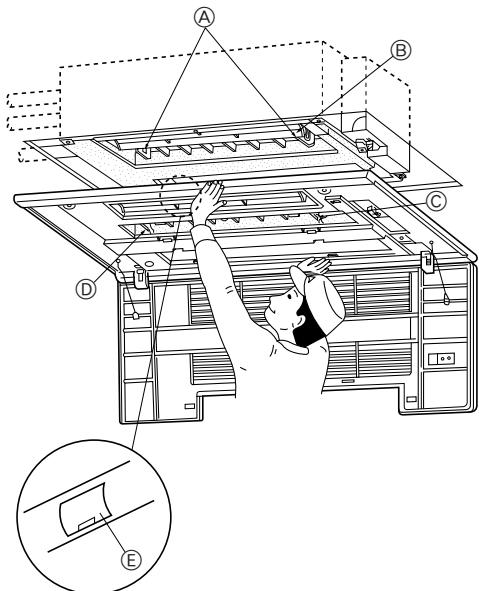
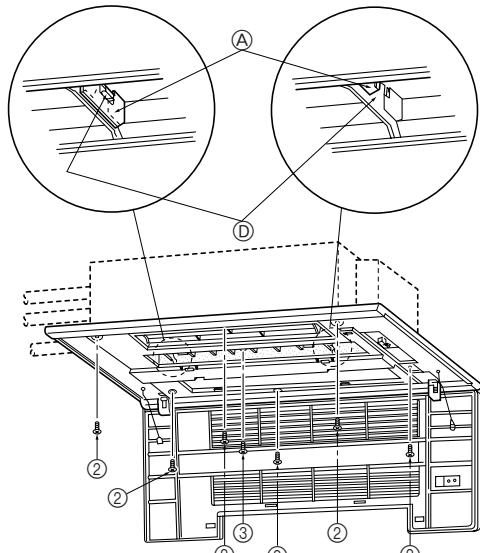
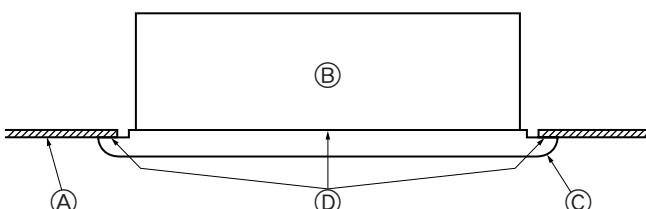
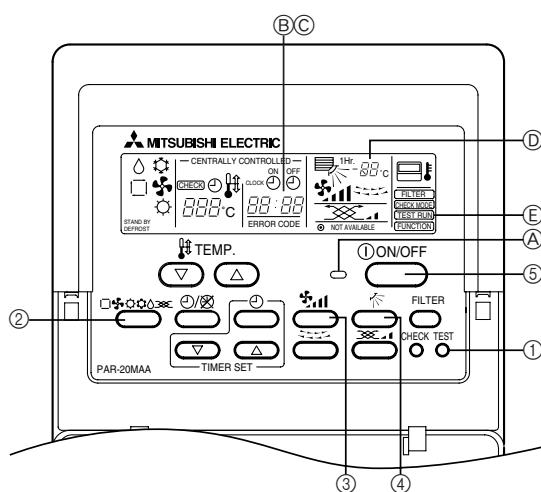

Fig. 5-4
Fig. 5-5
Fig. 5-6
Fig. 6-1
5.3. Installazione della griglia (Fig. 5-4)
① Ganci
② Aprire completamente gli alettoni superiori e inferiori
③ Linguetta di presa temporanea
④ Linguetta di presa temporanea
⑤ Coperchio a vite
- Adattare il pannello anteriore in modo che si adatti perfettamente all'angolo formato dal soffitto e dalla parete, ed installare quindi i bulloni di fissaggio ② (forniti assieme a questa griglia) nei quattro punti previsti, a destra e sinistra, lasciandoli leggermente allentati. (Fig. 5-5)
- Stringere quindi i bulloni di fissaggio ② e stringere le viti ③ nei tre punti centrali.
- Stringere definitivamente i bulloni di fissaggio ② nei quattro punti previsti, a sinistra e destra.
- A questo punto, accertarsi che non vi siano più spazi vuoti fra la sezione interna e il pannello anteriore, e fra il pannello anteriore e la superficie del soffitto. In caso contrario, potrebbe esservi una caduta di gocce d'acqua, a causa del passaggio di correnti d'aria (Fig. 5-6).
* Stringere completamente i bulloni ② e le viti ③ di fissaggio.
⑥ Gancio
⑦ Linguette di presa temporanea
⑧ Superficie del soffitto
⑨ Sezione interna
⑩ Griglia
⑪ Assenza di spazi in questo punto
6. Prova di funzionamento (Fig. 6-1)